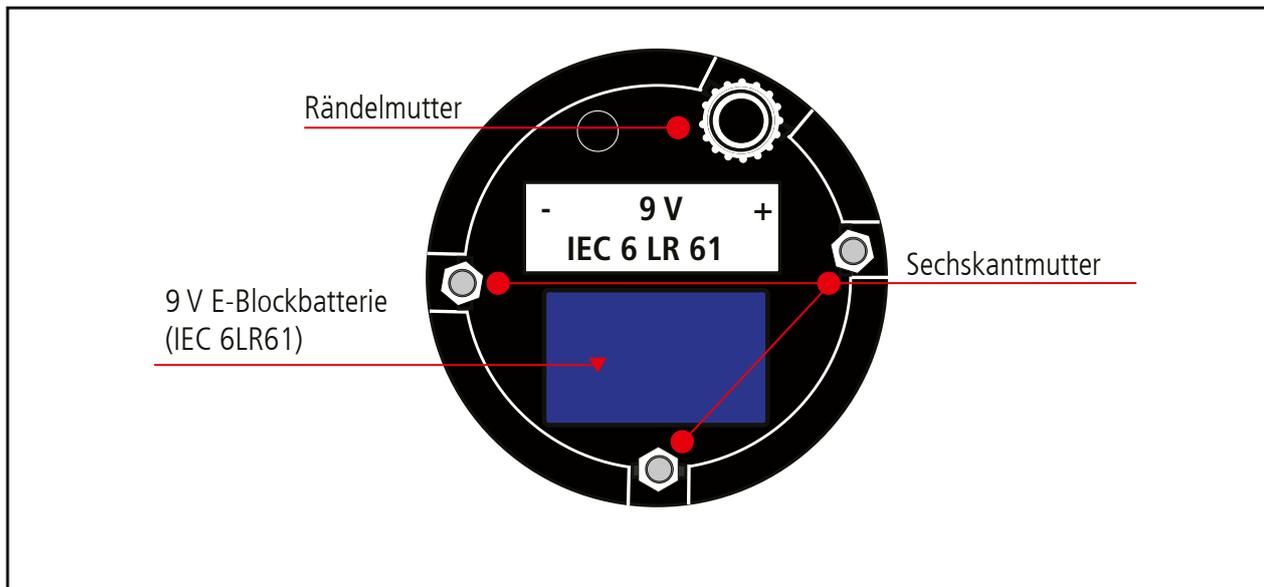

Fig. 9.5 Unterseite Elektronikteil
- 9.5** Vor dem Zusammenbau des Anzeigerates müssen die mit dem Elektronikteil verschraubten Sechskantmutter sowie die Rändelmutter auf festen Sitz hin überprüft werden. Bei losen oder fehlenden Muttern (Sechskantmutter oder Rändelmutter) ist der Spannungsprüfer (das Anzeigerat) der weiteren Anwendung zu entziehen und zur Reparatur an **DEHN** zu senden (siehe Fig. 9.5)!